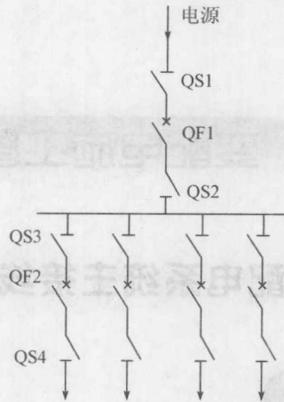

图 1-2 单母线不分段接线
(1) 单母线不分段接线。如图 1-2 所示,单母线不分段接线每条引入线和引出线的电路中都装有断路器和隔离开关,电源的引入和引出是通过一根母线连接的。